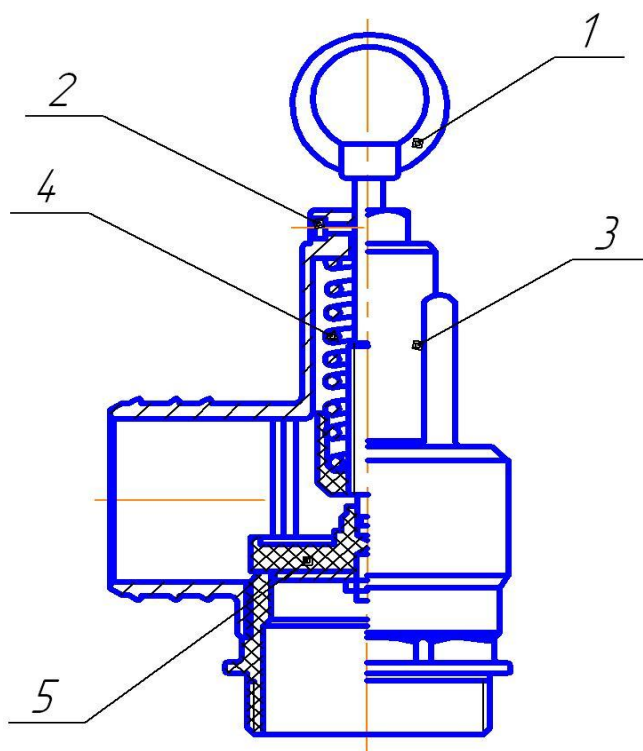

Рисунок 14. Клапан предохранительный
4.2.4 Рекомендации по регулировке предохранительного клапана вакуумной системы (рисунок 14):